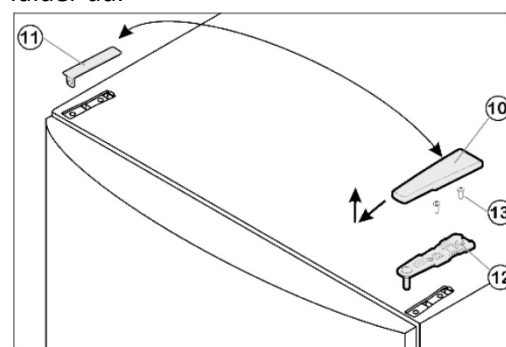

Fig. 4
- Træk afdækningen Fig. 4 (10) fremad og tag afdækningen Fig. 4 (11) af.
- Skru øverste lejekonsol Fig. 4 (12) af (2 gange Torx 25) Fig. 4 (13) og træk den af opad.
- Sæt øverste lejekonsol Fig. 4 (12) i døren på den nye hængselside.
- Skru øverste lejekonsol Fig. 4 (12) fast **til min. 4Nm** (2 gange Torx 25)
- Fig. 4 (13). Stik eventuelt skruehullerne i forvejen eller brug en akkuskrueetrækker.
- Sæt afdækning Fig. 4 (10) og afdækning Fig. 4 (11) i på den modsatte side, så de går i hak.